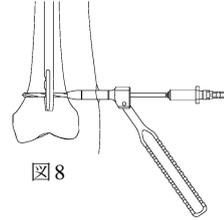

図8
- 4) ドリルガイドを用い、4.5ドリル/4.5ラジオーセントドリルにて穴あけを行います。(図8)